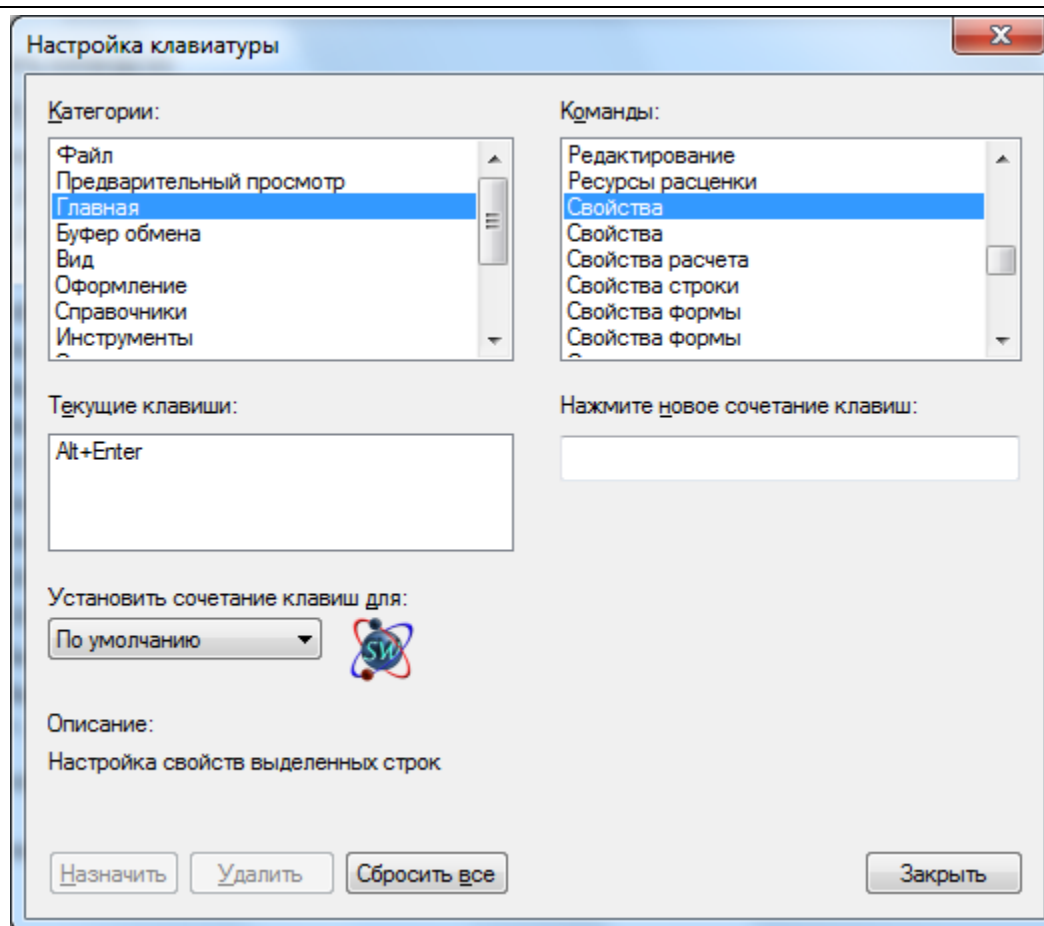

Рис. 6.11 Диалоговое окно Настройка клавиатуры
2. Откроется диалоговое окно *Настройка клавиатуры* (рис. 6.11) в котором производится назначения сочетаний клавиш.